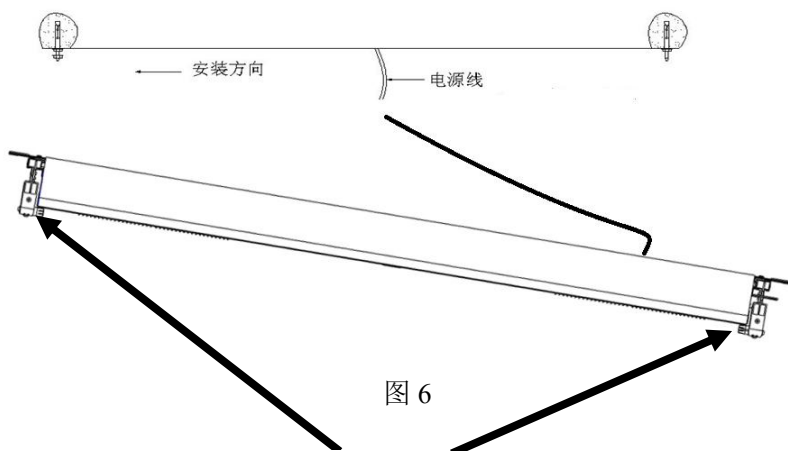

图 6
5、小心托起整机，将主机一端插在两个膨胀螺丝的垫片上，接着托起另一端把垫片及螺母装上锁紧，然后，再把第一端的螺母拧紧，如图 6 所示，6 图仅供参考。（**注意请勿大力摇动剪刀架，避免其与主机有刮碰**）